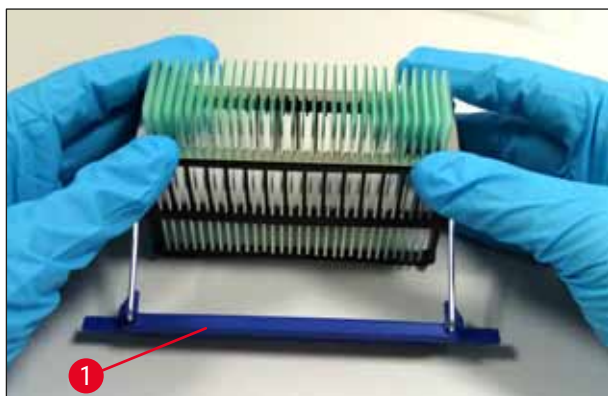

Fig. 35
3. Coloque o grampo cuidadosamente sobre as lâminas de amostra e tome cuidado para que apenas uma lâmina da amostra fique posicionada em cada ranhura do grampo (→ Fig. 35).
5. Com as duas mãos simultaneamente, pressione o grampo para baixo cuidadosamente até que ele encaixe na posição (→ Fig. 35).